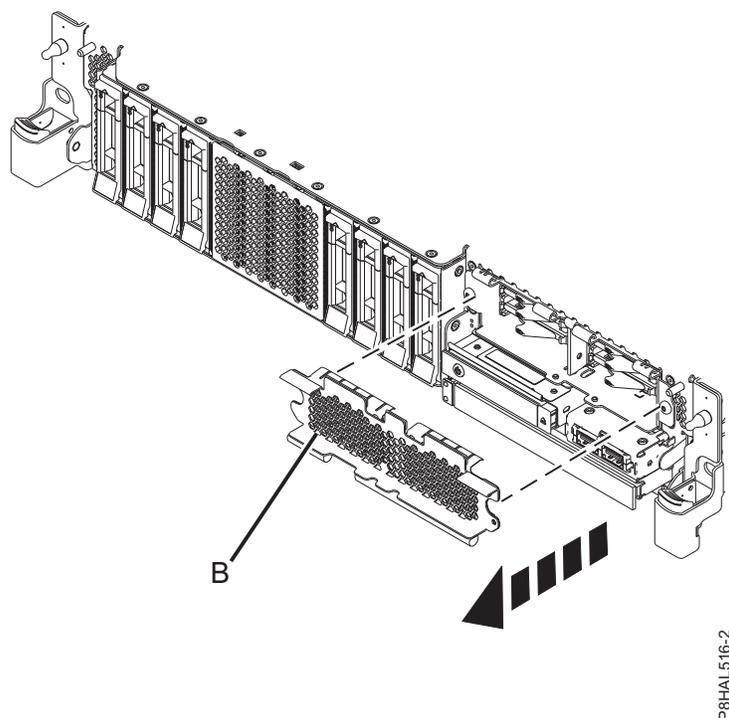

Figura 34. Extracción de la cubierta del receptáculo de la SSD para acceder a las ranuras de SSD en un sistema función ampliada
14. Para acceder a las ranuras SSD, extraiga la placa perforada (B) que cubre el receptáculo de la SSD tal como se muestra en Figura 34.